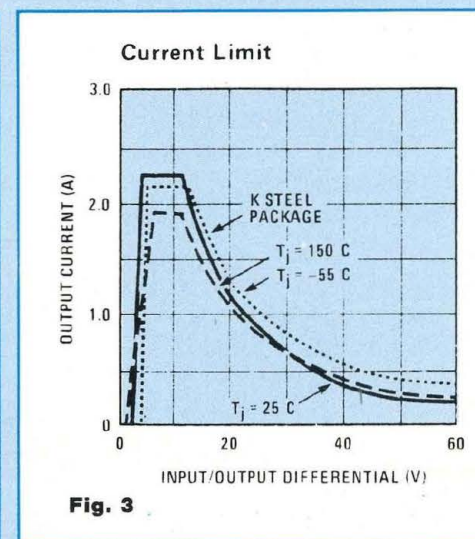

Fig. 3
La puissance interne de dissipation est limitée à 20 W pour le boîtier TO3. La courbe de la figure 3 nous donne des informations utiles quant au courant maximum que peut fournir le LM 317 en fonction de la différence de tension qu'il maintient entre les broches IN et OUT. Pour notre montage, c'est évidemment +U/2, moins 1,2 V de V_{BE} du Darlington. Comme la tension maximum que peut "encaisser" le NE 5534 est de +44 V et de +40 V pour le LM 317, nous alimentons notre Classe A en +44 volts (+U).
A la mise sous tension de l'Amplificateur, la presque totalité du potentiel +U se retrouve une fraction de seconde, entre émetteur de T1 (IN du LM 317) et masse, le temps que l'Ampli Op/NE 5534 établisse la tension médiane +U/2 sur sa broche (6). C'est l'instant le plus critique pour l'étage de puissance, son moment le plus vulnérable, ensuite, nous retombons à +22 volts. En nous reportant à la figure 3, nous constatons qu'à cette tension, correspond un courant de l'ordre de 1,1 ampère.